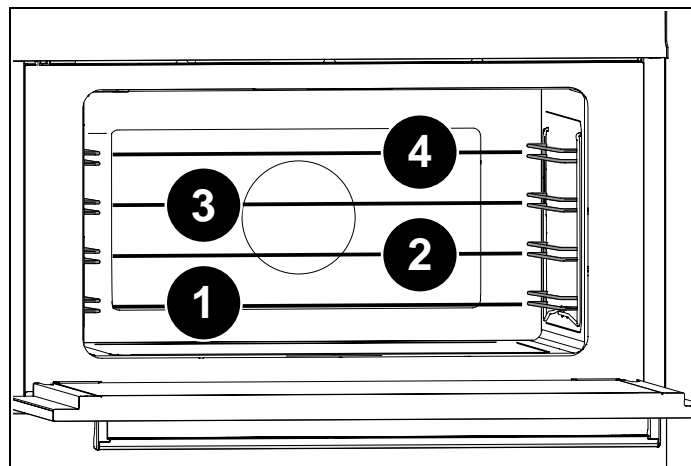

Fig. 26
- 4) Posizionare il portaspiedo sulle griglie laterali al livello 2 (Fig. 26). Inserire la pietanza sullo spiedo e infilare il tutto nel forno, facendo entrare la punta dello spiedo nell'alberino che sporge nel posteriore del forno.